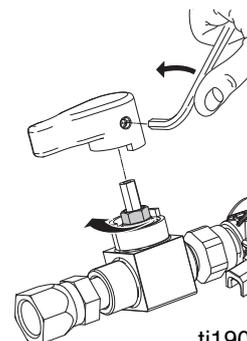

FIG. 10 Tuerca de empaquetadura de válvula de material
3. Afloje el tornillo de fijación y retire la empuñadura. Consulte la FIG. 10.